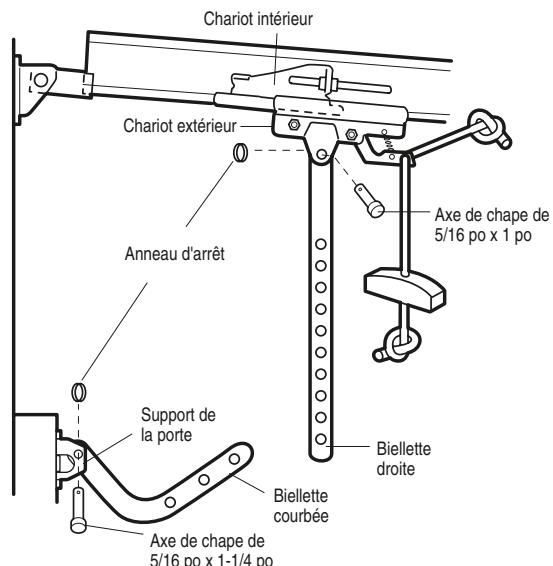

Figure 1
- Repérer et percer les trous de fixation gauche et droit de 5/16 de pouce. Faire tenir le support comme il est illustré à la Figure 1 si un renfort vertical a été utilisé.
- S'assurer que la porte du garage est complètement fermée. Tirer la poignée de déclenchement d'urgence pour détacher le chariot extérieur du chariot intérieur. Reculer le chariot extérieur (en l'éloignant de la porte) d'environ 2 pouces, comme illustré aux figures 1, 2 et 3.
- Figure 1 :**